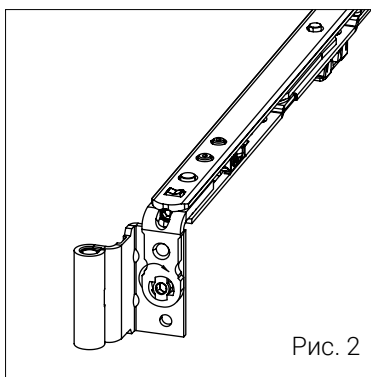

Рис. 2
4. С торцевой стороны привода разведите верхнюю и нижнюю рейки привода так, чтобы они поместились между пуансонами гильотины, как показано на рис. 1 и рис. 2
4. С противоположной торцевой стороны ножниц разведите верхнюю и нижнюю рейки так, чтобы они поместились между пуансонами гильотины, как показано на рис. 1 и рис. 2.